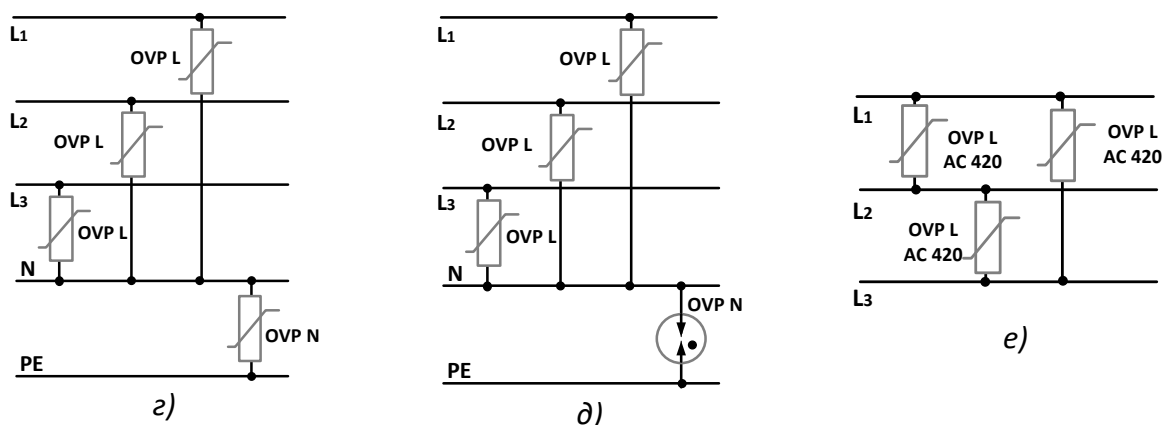

Рисунок 8. Схемы подключения УЗИП для трехфазной сети
- при разделенных проводниках N, PE (рис. 8а,б);
- при совмещенном проводнике PEN. (рис. 8в);
- при разделенных проводниках, защита от помех в цепи фаза-нейтраль (рис. 8г,д)
- схема для защиты от дифференциальных межфазных помех (которые возникают обычно при коммутации мощных нагрузок) применяется отдельно или в комбинации с другими схемами (рис. 8е).
Для **Commeng OVP AC 280** контакт L всегда подключается к фазному проводнику, контакт PE/N может быть подключен к проводам PE, N, PEN. **Commeng OVP AC 420** имеет контакты La Lb для подключения к двум фазным проводникам, при этом, если включаются три УЗИП (рис.8 г), предохранитель включается в каждый проводник.